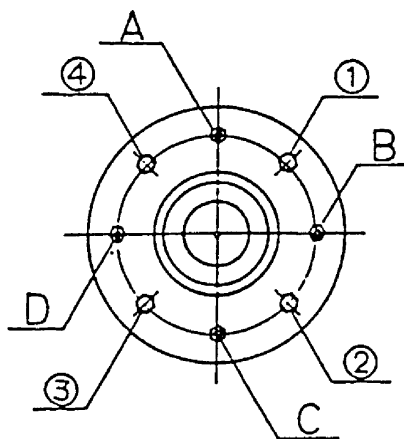

図 9-7
9.3.5 ドラムの芯出し調整 (図 9-7)
- ・ 主軸ベアリングケースを止めている取付けボルト及びナット 4 箇所(A～D)と、調整ボルト及びナット 4 箇所(①～④)で調整します。(図 9-7)
- ・ 例えば、ドラムの口金を機械正面より見て右に寄せたい場合、③、④と A,C,D のナットを少し緩め、③、④のボルトをドラムの口金を見ながら締め込みます。
- ・ 調整が終わったら、③、④と A,C,D のナットを締め込みます。
- ・ 4 個のナット①～④を取り外し、ベアリングケースを後方へ抜いてください。(図 9-7)